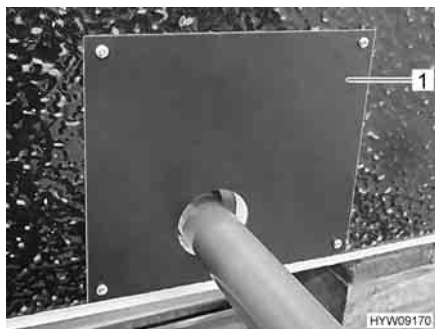

Fig. 176 Copertura del serbatoio delle acque grigie
- Rimuovere la copertura (Fig. 176,1) del serbatoio delle acque grigie.
- Posizionare la copertura (Fig. 176,1).